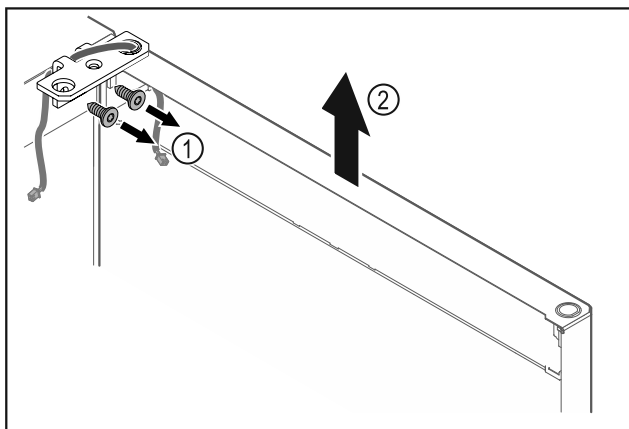

Fig. 15
- ▶ Deșurubați Fig. 15 (1) colțarul balamalei.
- ▶ Ridicați ușa inclusiv colțarul balamalei Fig. 15 (2) aproximativ 200 mm drept în sus și detașați-o.